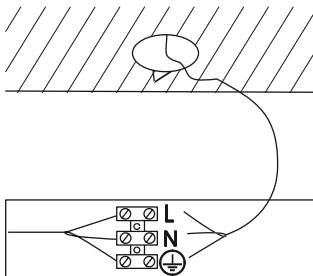

Рисунок 4
- Подключите подготовленные концы сетевого провода к клеммным зажимам L, N клеммной колодки, а жилу с изоляцией жёлто-зеленого цвета присоедините к клемме заземления  (рисунок 4). Затяните винты клеммного зажима.